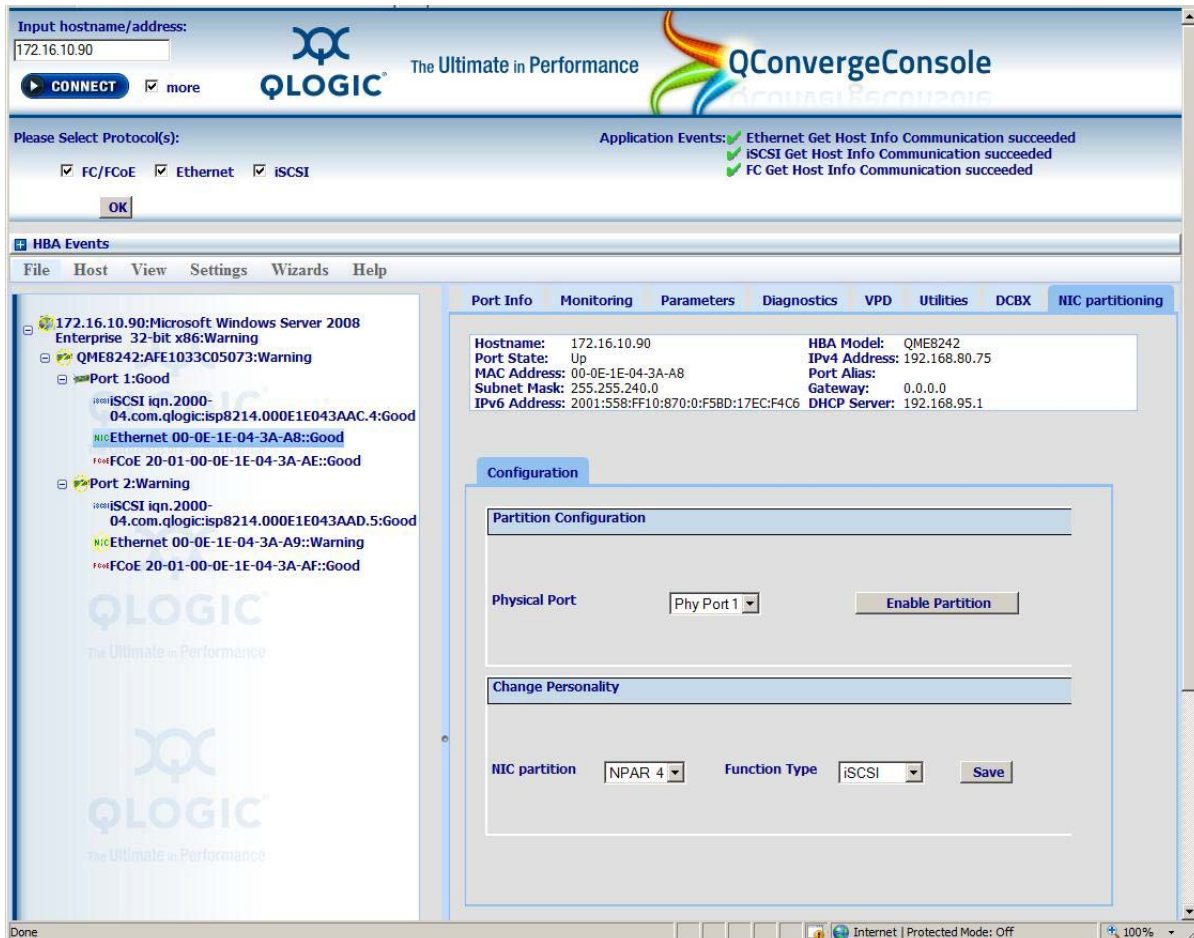

Abbildung 4-15. Seite zur Konfiguration der NIC-Partitionierung (Switch-unabhängige Partitionierung)
- Wählen Sie die Registerkarte **NIC Partitioning** (NIC-Partitionierung) (Switch-unabhängige Partitionierung) aus. Die Konfigurationsseite für die NIC-Partitionierung zeigt Konfigurationsdetails an, die sich auf die ausgewählte Konfiguration für die Switch-unabhängige Partitionierung und die ausgewählten Persönlichkeitsoptionen beziehen (siehe Abbildung 4-15).